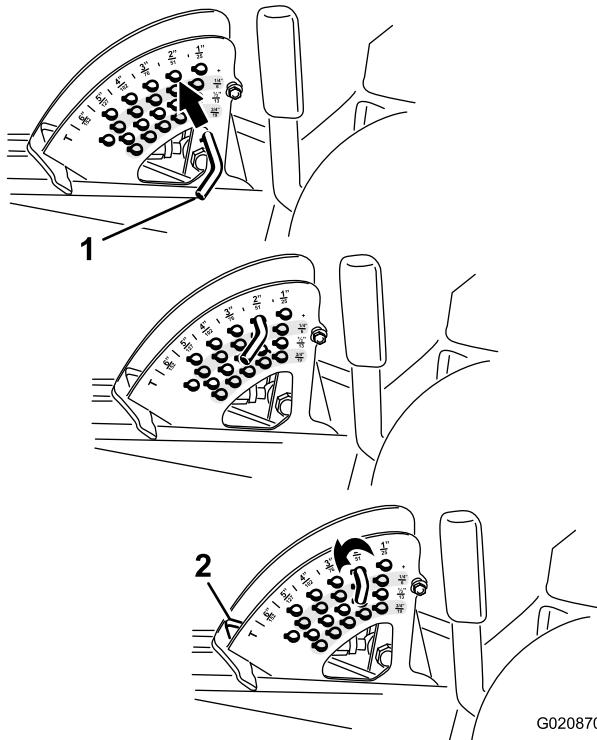

Figure 20
Remarque: Pour bloquer le plateau de coupe en position relevée, levez le plateau au-delà de la position 15 cm, retirez la goupille de butée de hauteur de coupe et placez-la à la position 15 cm (Figure 20).
- Pour régler la hauteur de coupe, tournez la goupille de butée jusqu'à ce que la goupille cylindrique située à l'intérieur soit alignée sur les trous du support de hauteur de coupe et déposez-la (Figure 20).
- Placez la goupille dans le trou du support correspondant à la hauteur de coupe voulue et tournez-la pour la verrouiller en place (Figure 20).
Remarque: Il y a 4 rangées de trous (Figure 20). La première rangée donne la hauteur de coupe indiquée au-dessus de la goupille. La deuxième rangée donne la hauteur indiquée plus 6 mm. La troisième rangée donne la hauteur indiquée plus 12 mm. La dernière rangée donne la hauteur indiquée plus 18 mm. Un seul trou, situé dans la deuxième rangée, correspond à la hauteur 15,8 cm. Il n'ajoute pas 6 mm à la hauteur de 15,8 cm.